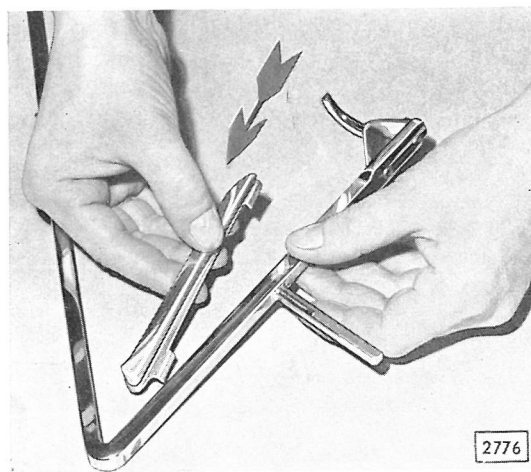

Bild 103 - Wasserrinne in Fensterleiste einsetzen (hier für linkes Fenster gezeigt)
3. Wasserrinne in Fensterleiste einsetzen (Bild 103). Hierbei dürfen linke und rechte Wasserrinne nicht verwechselt werden. Die Wasserrinne muß außen am Fenster sitzen und nach hinten Gefälle haben.